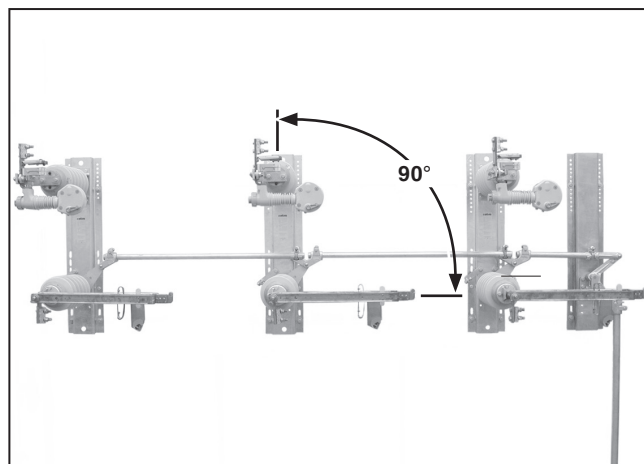

Figura 31. Verificación de que las cuchillas del interruptor están a 90 grados de la posición de Cerrado.
- (c) Con la palanca de operación hasta donde llegue en la dirección de apertura, las cuchillas del interruptor quedan a 90 grados de la posición de **Cerrado**. Ver Figura 31.